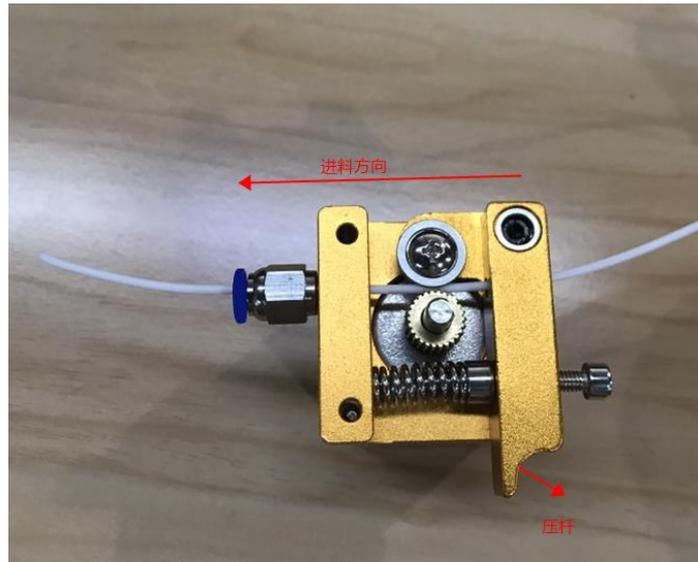

图 5.100 插入耗材
- 步骤 1** 用手按压挤出机上面的压杆，将耗材通过滑轮直插至底部通孔，如图 5.100所示。